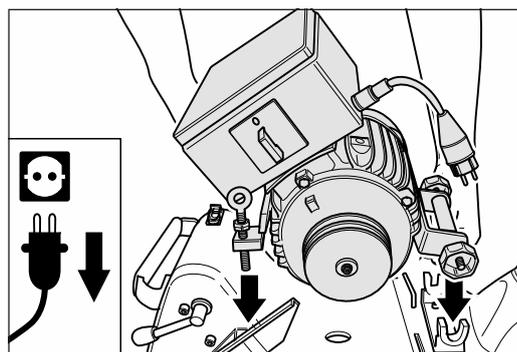

Abb. 38 Den Motor in den Motorlagerbock einsetzen.
- 4 Setzen Sie den Motor in den Motorlagerbock ein (Abb. 38).